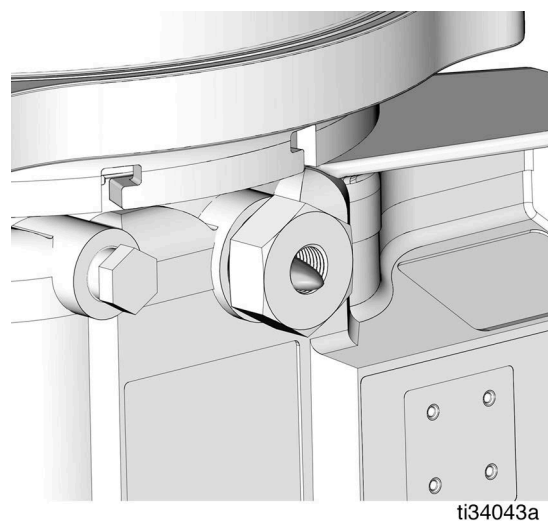

Рис. 12
2. Запустите насос и не выключайте его до тех пор, пока из фитинга патрона не начнет выходить не содержащий воздуха смазочный материал (Рис. 12).